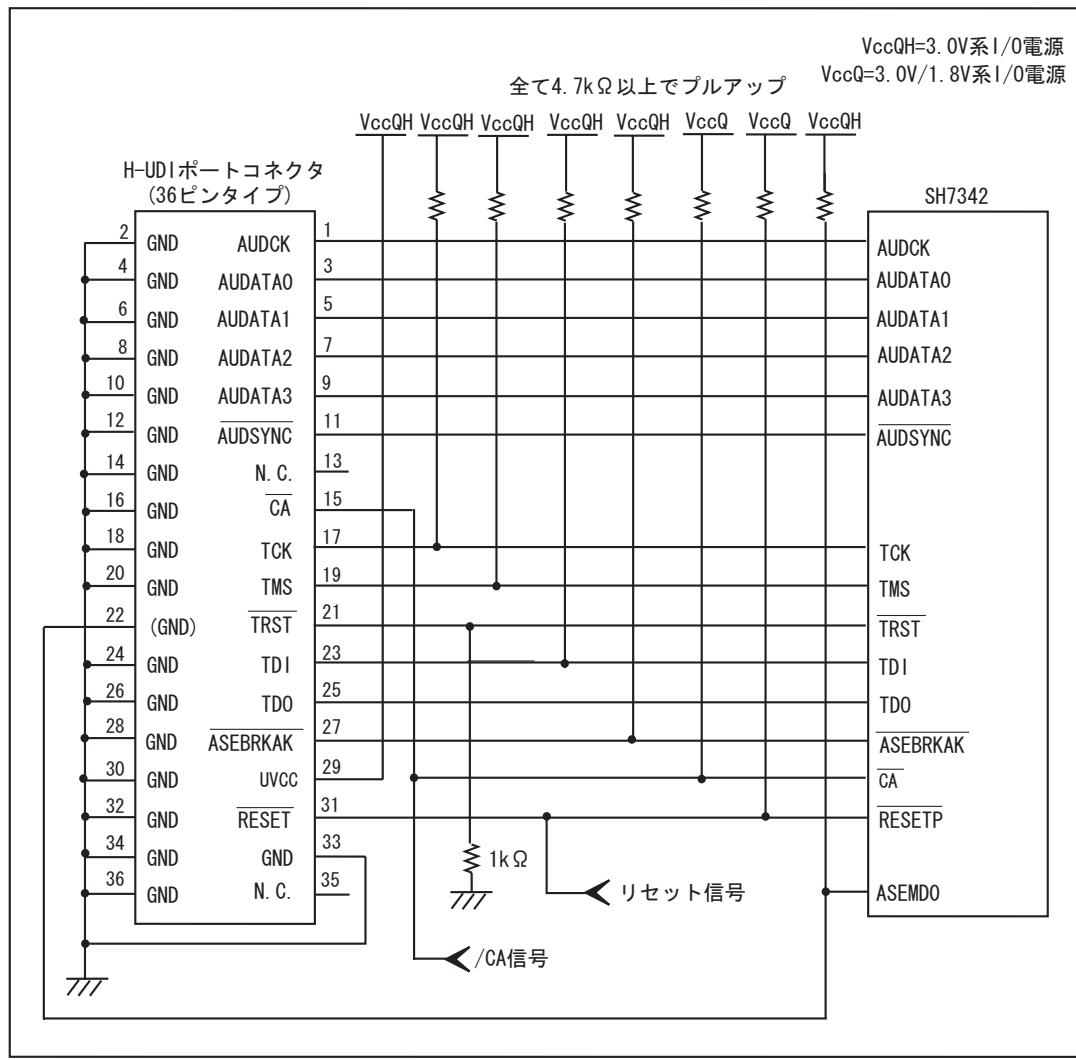

図 1.3 E10A-USB 使用時の H-UDI ポートコネクタ - チップ間の推奨接続例
E10A-USB エミュレータ使用時の H-UDI+AUD ポートコネクタ(36 ピンタイプ)とチップ間の推奨接続例を図 1.3 に示します。
3. 図 1.3 は、E10A-USB 接続時 "0"(GND 接続)になるように、E10A-USB のユーザインタフェースケーブルを接続した時、GND となる回路例です。
9. MPU の H-UDI と AUD は VccQH 電圧で動作するため、UVCC 端子には VccQH 電圧のみ供給してください。この時、E10A-USB エミュレータのスイッチは、ユーザ電源を供給する設定(SW2=1, SW3=1 側)としてください。(図 1.3 参照)
- 図 1.3 推奨接続例で回路を組んだ場合の E10A-USB エミュレータのスイッチ設定:SW2=1, SW3=1